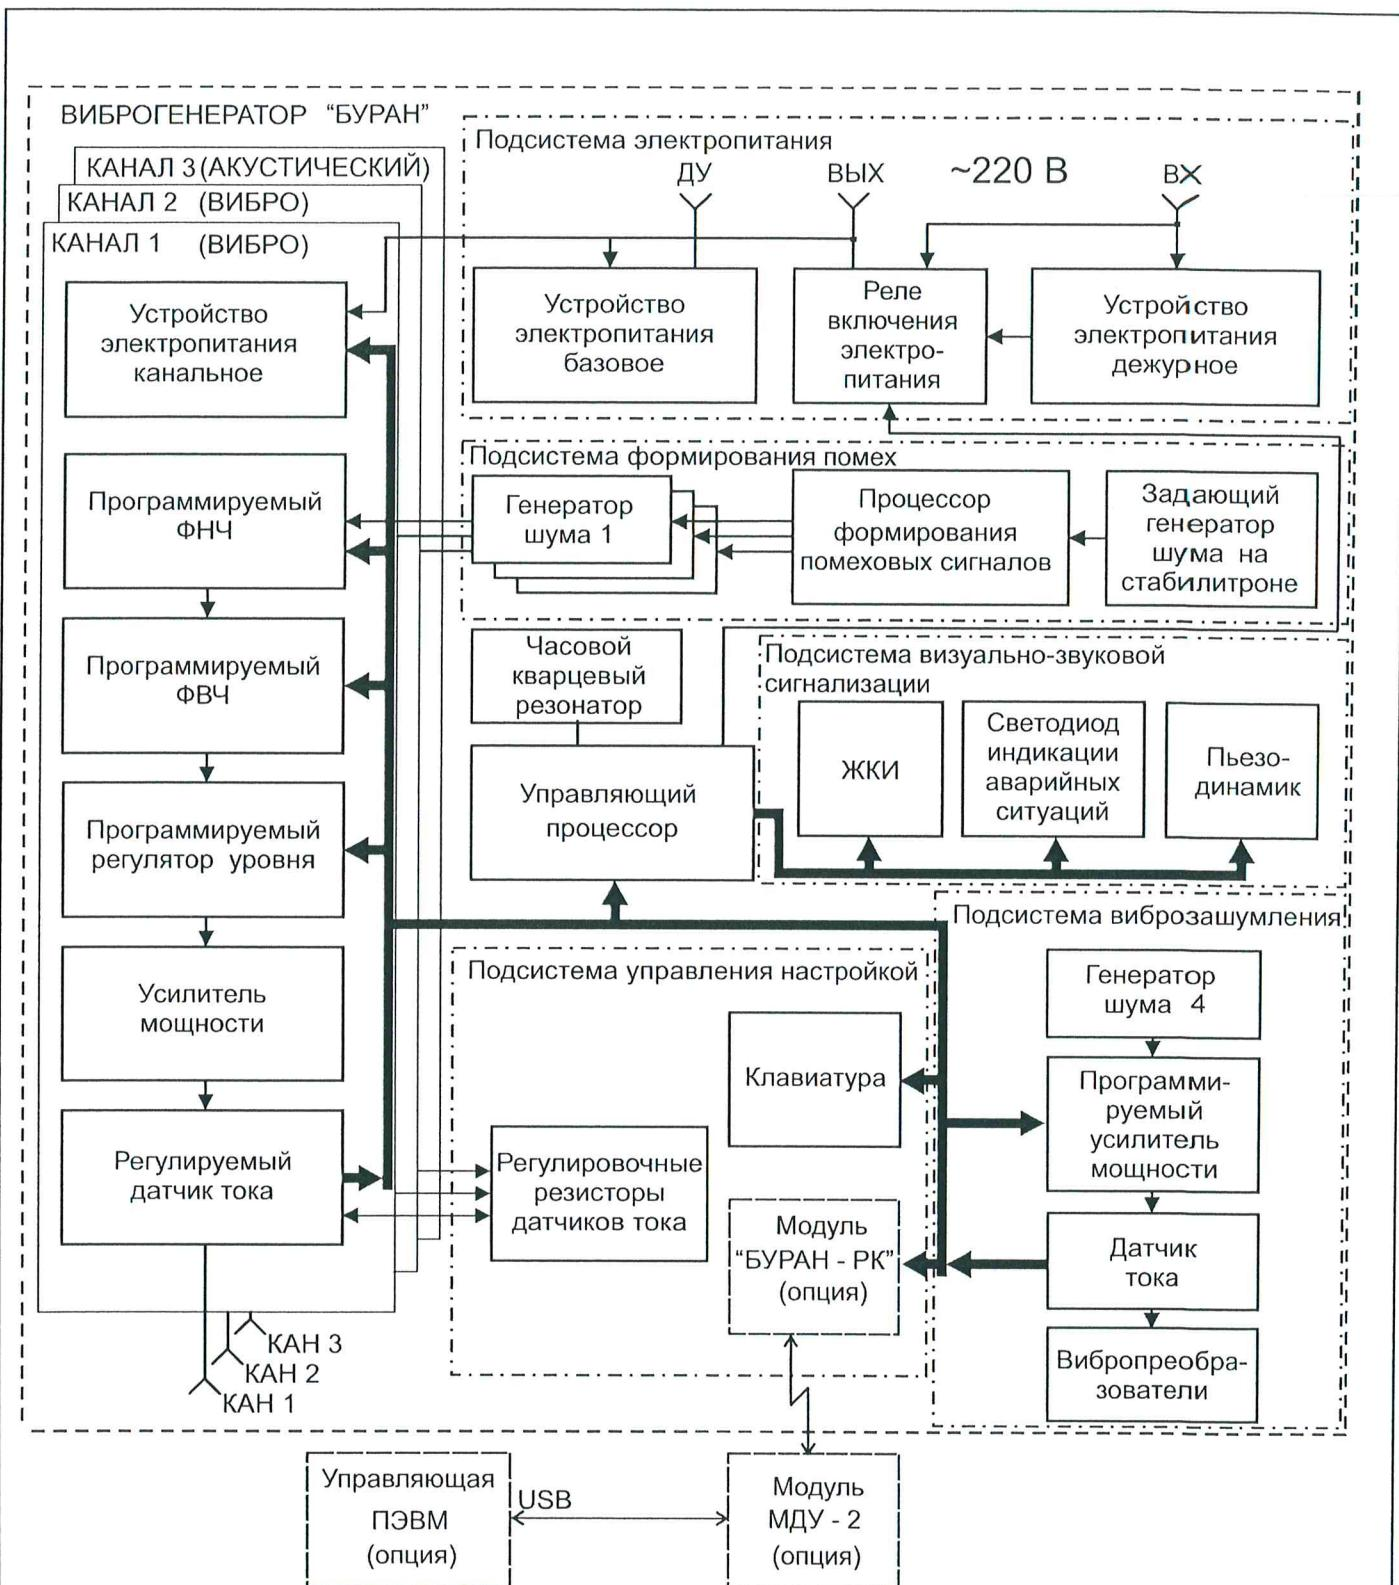

Рисунок 1 – Обобщенная структурная схема виброакустического генератора «БУРАН»
4.1 Обобщенная структурная схема изделия приведена на рис.1.